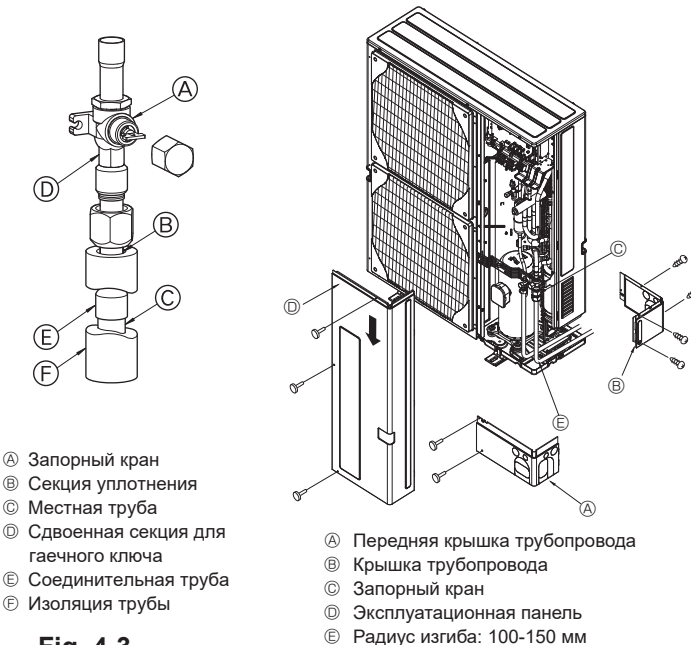

Fig. 4-3
- Для соединения труб со стороны газа необходимо выполнить следующие операции. (Fig. 4-3) (SHW230)